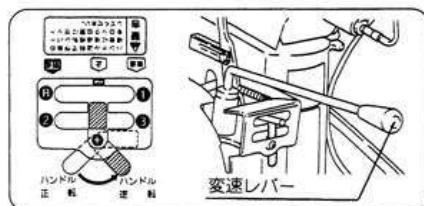

図17
- ② 変速レバーを希望の速度位置にしてください。（図17）